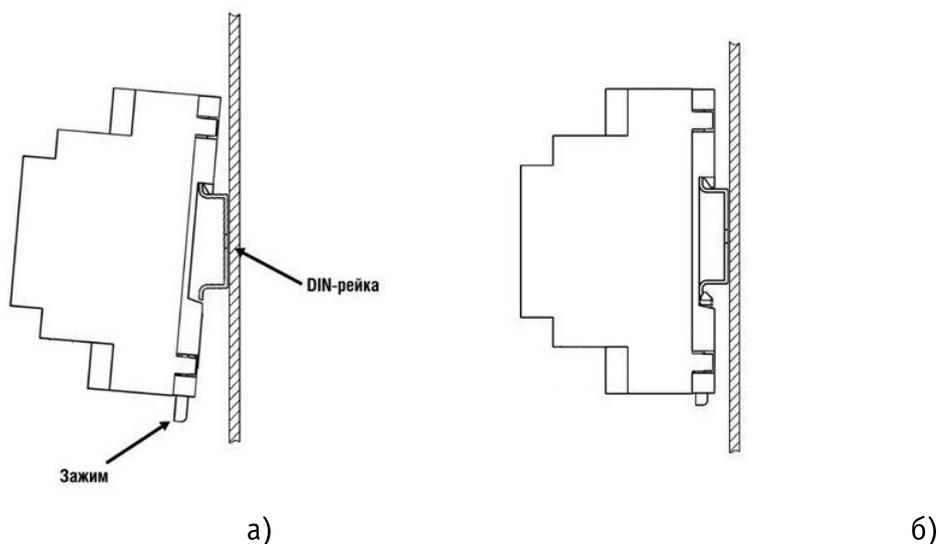

Рисунок 3. Последовательность установки Устройства на DIN-рейку
- зацепить верхним креплением корпуса Устройства (расположено на тыльной поверхности корпуса Устройства) за верхнюю направляющую DIN-рейки (рис. 3а);
- оттянуть вниз зажим подпружиненный (10) на нижней части корпуса Устройства, прижать Устройство к DIN-рейке;
- после прижатия корпуса Устройства к DIN-рейке, отпустить зажим (рис. 3б);